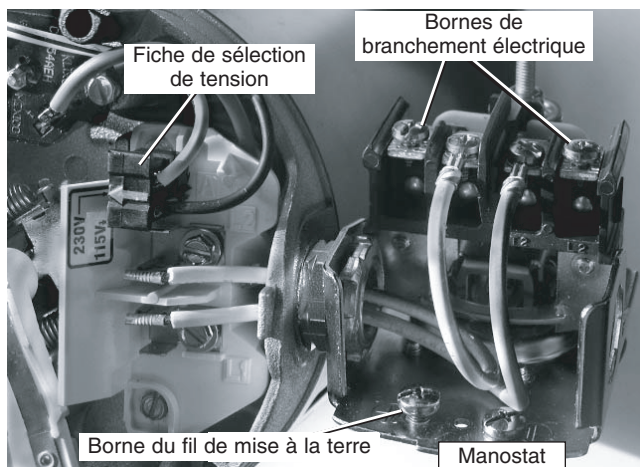

Figure 9 : Tension réglée à 230 volts sur sélecteur à fiche
4. Fixer les fils d'arrivée de courant aux deux vis extérieures du manostat (figure 9).
5. Relier le fil de terre à l'une des bornes de mise à la terre (figure 9).
Câblage (Figure 9)